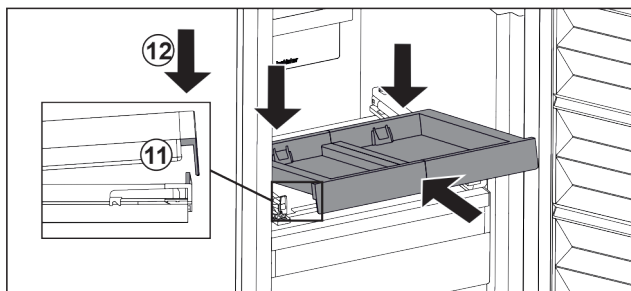

Fig. 27
- ▶ Zasuňte ju šikmo. Dbajte na to, aby sa na oboch stranách doraz nachádzal za sponou. Fig. 27 (11)
- ▶ Zložte vyťahovaciu poličku vpredu. Fig. 27 (12)